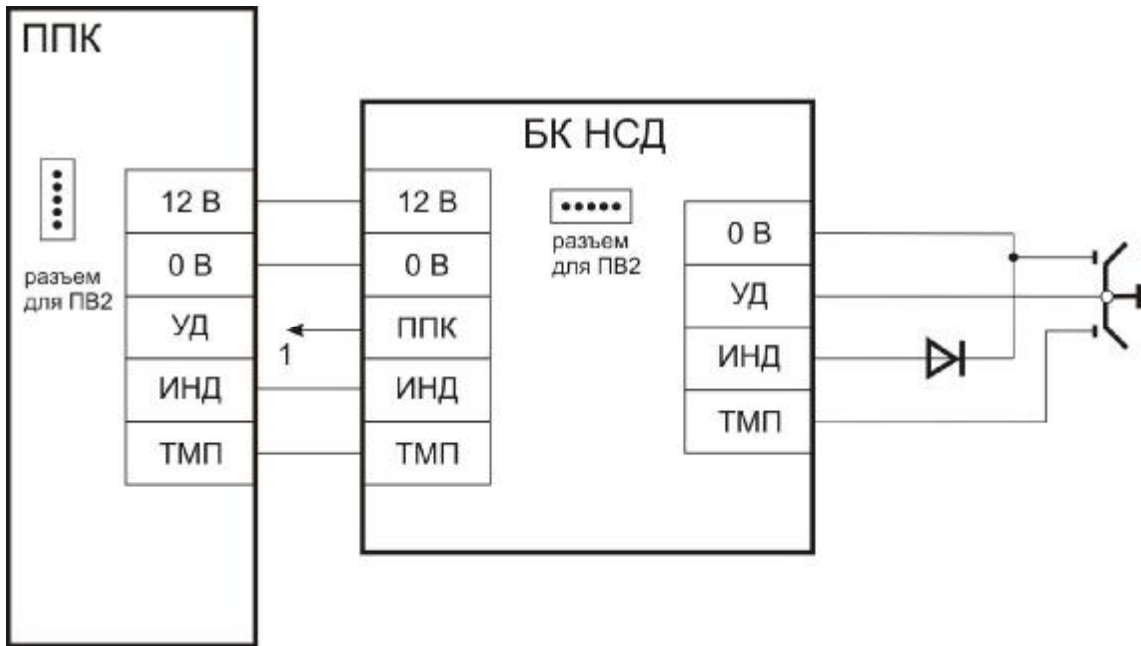

Рисунок 1
3 При программировании защищенные ключи доступа необходимо устанавливать в УД блока, а не в УД ПВ2, предварительно соединив провод от контакта (1, рисунок 1) с центральным контактом **УД** ПВ2.
Программирование производится в соответствии с руководством по эксплуатации (программированию) ППК. Но при этом вместо ключа доступа используется устройство контактное, соединяющее контакт (1, рисунок 1) с центральным контактом **УД** ПВ2 либо аналогичного изделия.
- соединить провод от контакта **ППК** блока (1, рисунок 1) с центральным контактом **УД** ППК;